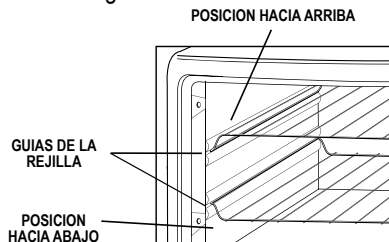

Figura 4
- El horno posee una rejilla reversible y dos posiciones, para adaptarse a una amplia variedad de alimentos. La rejilla puede introducirse en el horno en la posición hacia arriba o hacia abajo. La rejilla encajará en cualquiera de las guías que se encuentran en el interior del horno. (Ver la Figura 4)